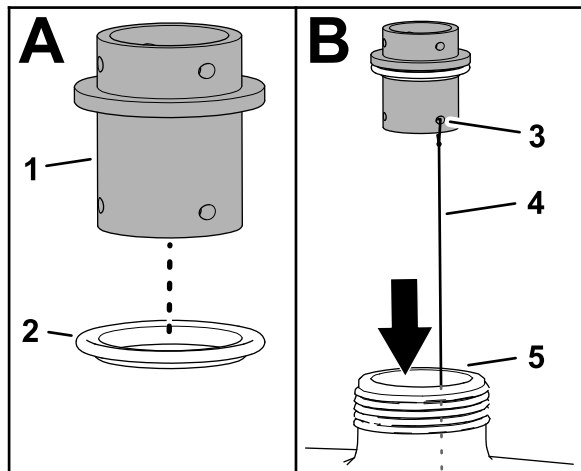
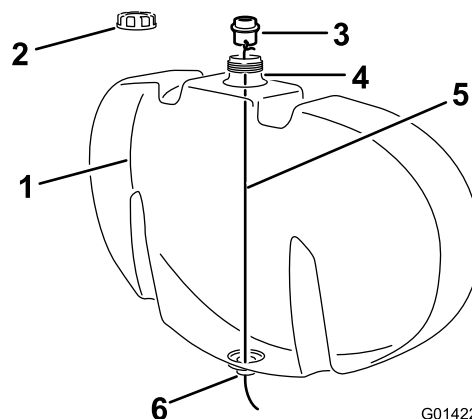

Figura 5
Figura 6
- A. Montate una guarnizione pulita sul raccordo del diaframma, come illustrato nella Figura 5.
- B. Fissate un pezzo di filo, di circa 122 cm di lunghezza, attraverso uno dei fori della forcella di fissaggio nel raccordo del diaframma, come illustrato nella Figura 5.
- C. Se il tappo è montato, rimuovetelo dal serbatoio di lavaggio (Figura 6).
- D. Fate scendere il filo attraverso l'apertura nel foro di riempimento del serbatoio e disponetelo attraverso il foro aperto nella parte inferiore del serbatoio (Figura 5 e Figura 6).